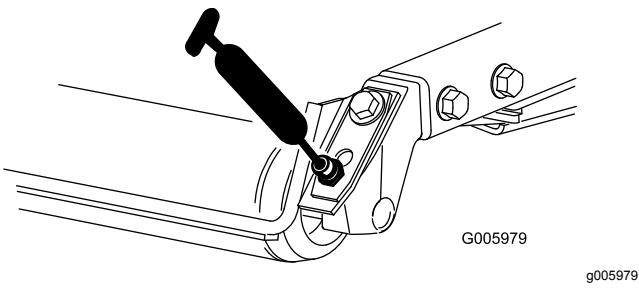

Figura 63
- Cojinetes de rodillo trasero (2 por carcasa del cortacésped) tal y como se muestra en la Figura 63